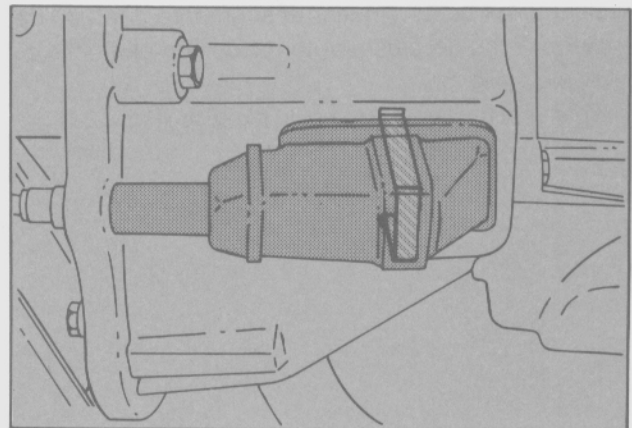

Fig. 9 - Instalación del guardapolvo.
- Pasar el cable por la guía del cubrevolante, montar el guardapolvo e instalar el cable en la horquilla de desembrague. Introducir el guardapolvo en el cubrevolante (Fig. 9).